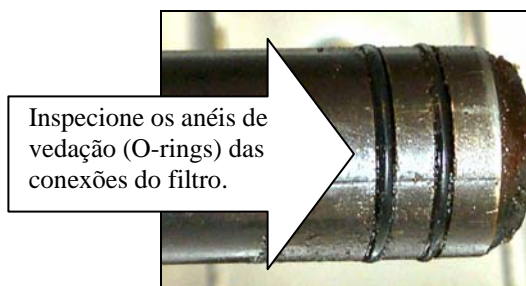

Figura 2
2. Inspeção as conexões do tacho de filtragem para ver se os dois anéis de vedação (O-rings) estão em boas condições. (Veja a Figura 2)